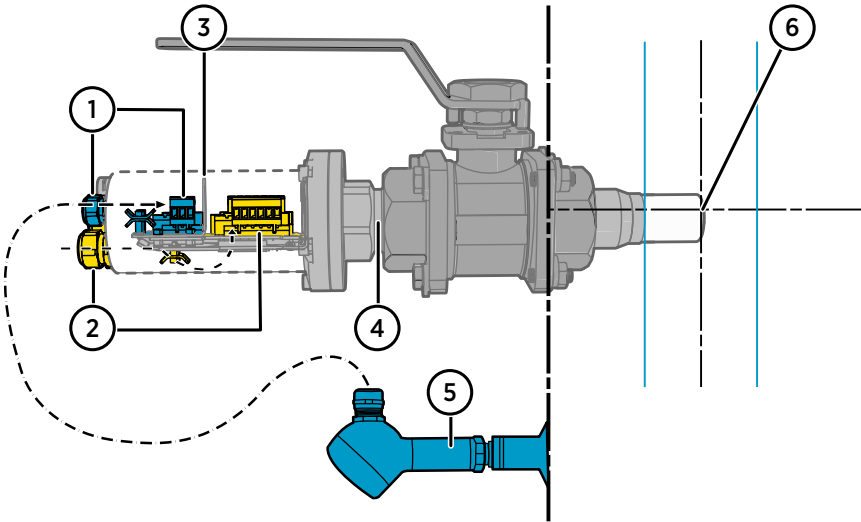
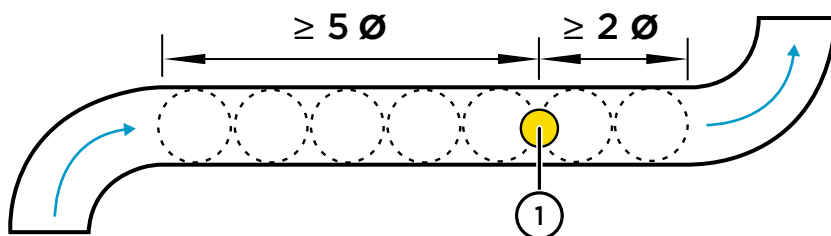

Figura 17 Exemplo de instalação da sonda série MGP260 com rotas de fiação, além de orientação e profundidade recomendadas
Figura 18 Posição de instalação recomendada da MGP260 na tubulação
A Figura 17 \(página 92\) mostra um exemplo de instalação da sonda MGP260 em uma válvula de esfera. A figura destaca as rotas de fiação corretas e mostra a profundidade e a orientação de instalação recomendadas. Um instrumento de medição de pressão externa (item **5**) é mostrado como um exemplo de opções de entrada de compensação de pressão: para uma descrição das opções alternativas, consulte Opções de entrada de compensação de pressão \(página 93\).
A Figura 18 \(página 93\) mostra a posição de instalação recomendada para a MGP260. Instale a sonda em um trecho reto da tubulação,  $\geq 5$  diâmetros de tubo adiante da curva mais próxima ou de qualquer outra característica que afete o fluxo de gás e  $\geq 2$  diâmetros de tubo antes da próxima curva ou característica semelhante. Para obter os melhores resultados, use a orientação e a profundidade de instalação mostradas na Figura 17 \(página 92\).
- Medição de pressão recebida de um instrumento de medição de pressão externo por meio dos terminais de entrada Ex ia (4... 20 mA) na placa de componentes da MGP260. Esta é a opção recomendada: para ver um exemplo, consulte Figura 17 \(página 92\). A fiação da entrada do instrumento de pressão externa é mostrada em Diagrama de fiação \(página 99\).